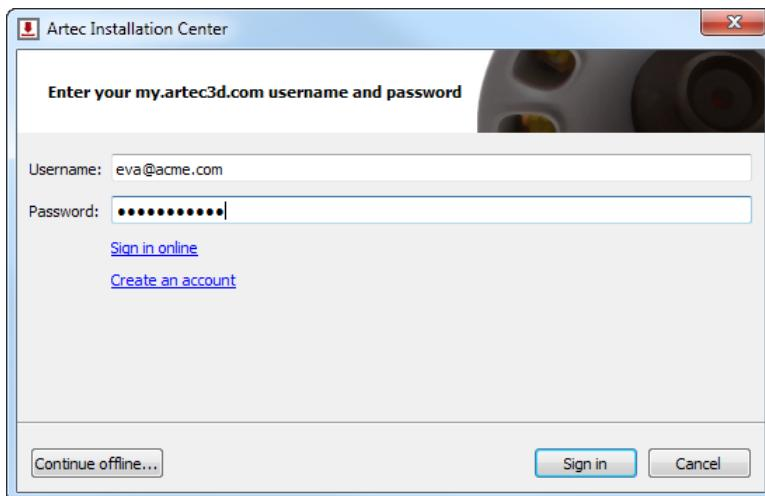

Рис. 4.2: Аутентификация в Artec Installation Center
2. По завершении загрузки откройте папку, содержащую исполняемый файл инсталлятора, запустите его и следуйте инструкциям на экране. Как только Artec Installation Center установится, откроется окно с запросом вашего электронного адреса и пароля. Для авторизации используйте данные своей учетной записи на my.artec3d, как показано на Рис. 4.2.
Если вы только начинаете установку Artec Installation Center, появится окно авторизации, как на Рис. 4.2. Если вы не подключены к интернету, см. Оффлайн-активация, где описан процесс офлайн-активации Artec Studio.